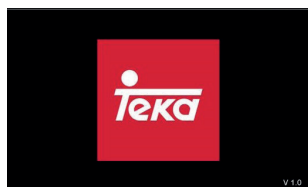
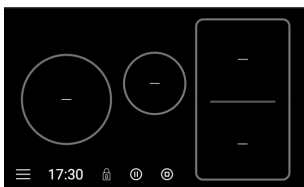

Abb. 3
Abb. 4
- 1 Berühren Sie den allgemeinen Button zum Ein- / Ausschalten ① (1) mindestens eine Sekunde lang. Der Einschaltleuchtanzeiger (3) leuchtet auf und blinkt zur Anzeige des Einschaltvorgangs des Kochfelds. Auf dem Touchscreen erscheint das Teka Logo (Abb. 3). Nach Abschluss dieses Vorgangs kommt man direkt auf das „Hauptbild“ (Abb. 4).
Nachdem das „Hauptbild“ eingeschaltet ist (Abb. 4), können Sie die gewünschten Platten einschalten.
Vom „Hauptbild“ aus (Abb. 4) kann man gleichzeitig alle Platten mit dem Icon zum Ausschalten  ausschalten.